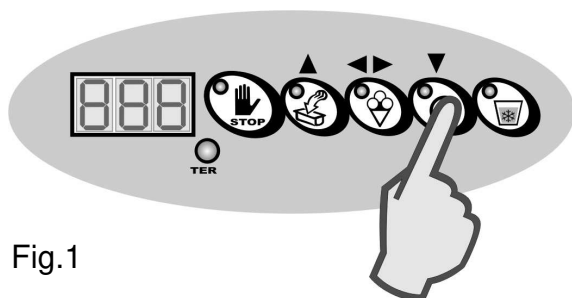

Fig.1
- Premere il tasto CICLO SEMIAUTOMATICO A TEMPO per selezionare il ciclo semiautomatico di mantecazione con controllo del tempo (fig.1).